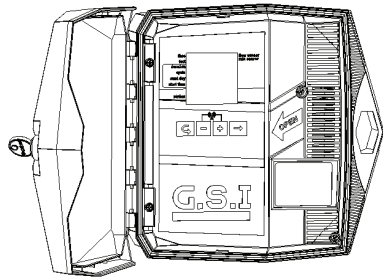

Figura 1 : Tapa do controlador aberta
1. Destrave e abra a tampa do controlador (Figura 1).